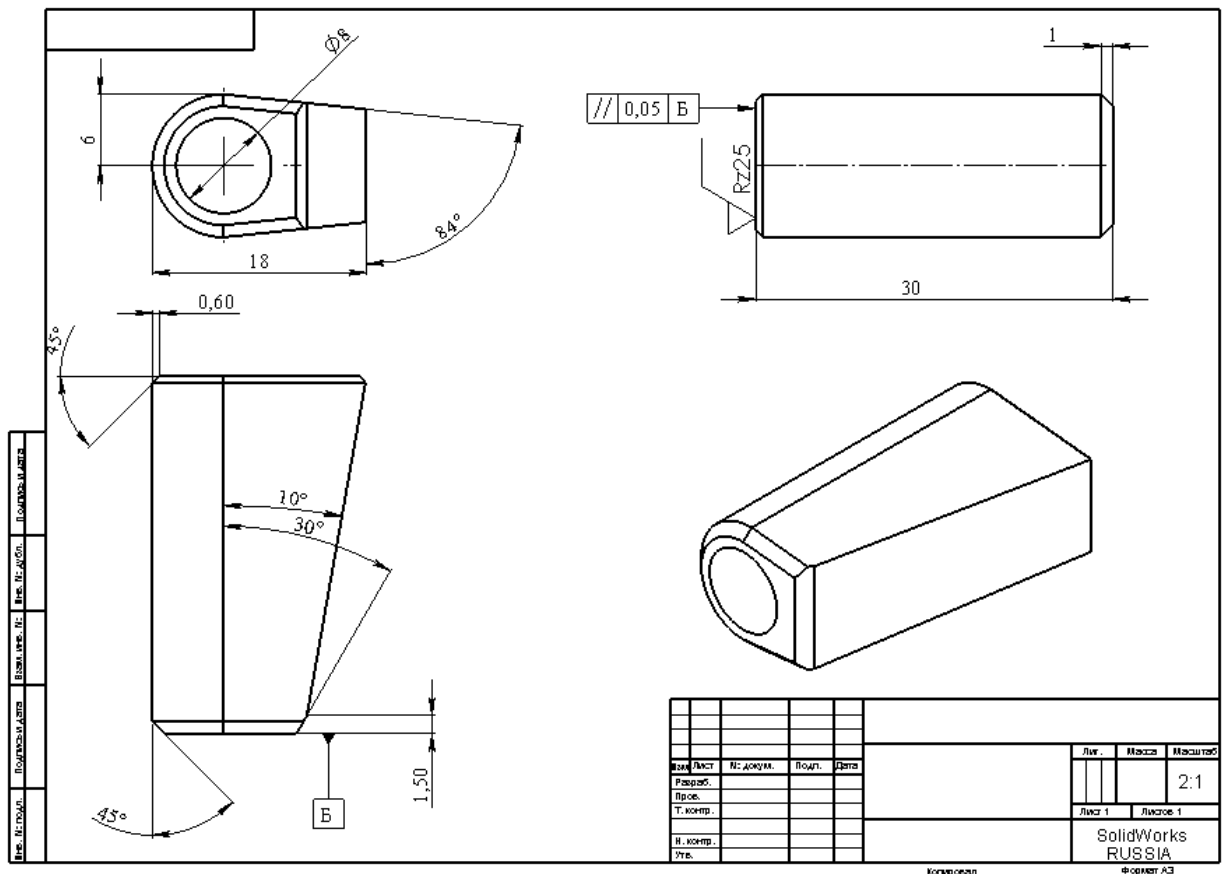

Рис. 29
3. Теперь добавим осевые линии в остальные виды (рис. 29).